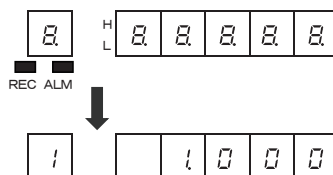

図 6.1 電源 ON 時の表示画面
- (1)ディスプレイ画面 : 状態表示の「REC」ランプは電源 OFF 以前の状態を保持しています。
- (2)印字データ処理 : 電源 OFF 以前に動作していた印字処理は復電後、再開しません。
- (3)警報、自己診断動作 : 電源 OFF 以前に発生した警報表示・出力等は復帰しません。
- (4)データ表示・チャネル No.表示 : 図 6.1 のようになります。
- ① 停電が生じた場合も、復電後初期化処理を行い、上記の初期状態になります。
- ② 初期化処理において印字データ処理の消去を行うため、印字中に電源が OFF となった場合、復電後は印字動作を継続しません。
- ③ 図 6.1 において、電源投入時データを取り込むまで「1」を表示します。表示桁数は設定により異なります。